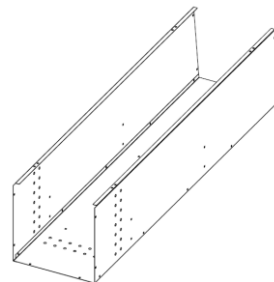

рис. 1
5.1. Соединить боковые и заднюю стенки при помощи винтов и гаек (рис. 1).